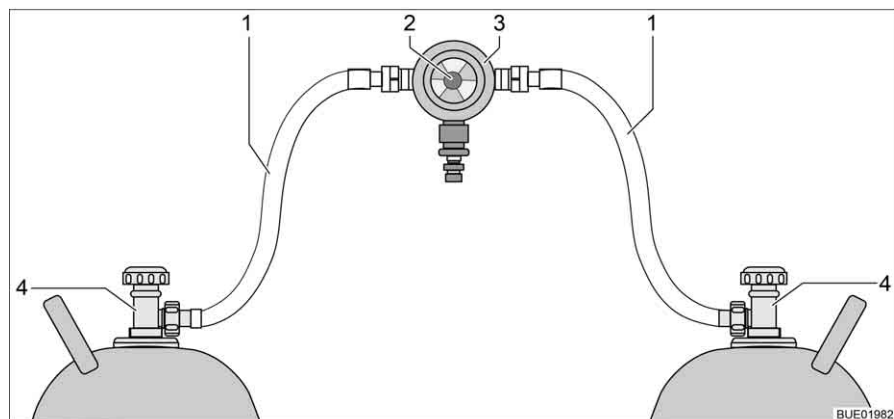
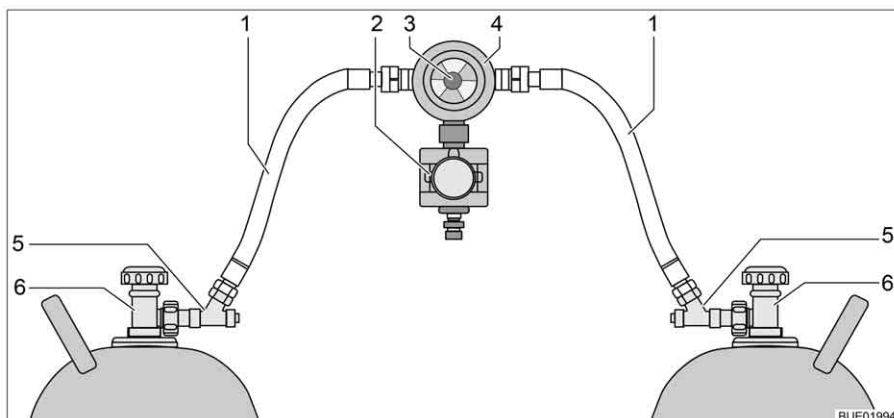

Bild 154 Omkopplingsenhet för gasflaska
Bild 155 Omkopplingsenhet för gasflaskor med CPU
Omkopplingsenheten för gasflaskorna består av en kombinerad gastrycksregulator med omkopplingsventil och visning (Bild 154,3). Omkopplingsenheten för gasflaskor är monterad mellan de två gaslangarna (Bild 154,1).
Omkopplingsenheten för gasflaskorna består av en kombinerad gastycksregulator med omkopplingsventil och visning (Bild 155,4) och en elektroventil (Bild 155,2). Elektroventilen spärrar vid kraftig bromsning, olycksfall eller kraftig lutning, av gastillförseln till fordonet. Omkopplingsenheten för gasflaskor är monterad mellan de två gaslangarna (Bild 155,1) med slangbrotts-säkringar (Bild 155,5).
Med vredet (Bild 154,2 resp. Bild 155,3) på omkopplingsenheten, ställer du in vilken av gasflaskorna som ska användas som driftflaska och vilken gasflaska ska användas som reservflaska.
Med kontrollenheten (Bild 156) kan endast de elektriska funktionerna styras. Gasflaskornas huvudavstängningsventiler (Bild 154,4 resp. Bild 155,6) måste öppnas eller stängas för hand.
- Öppna huvudavstängningsventilerna på gasflaskorna (Bild 154,4 resp. Bild 155,6).
- Tryck in slangbrottsäkringarna (Bild 155,5) i 10 sekunder, efter varandra.
- Välj med vredet (Bild 154,2 resp. Bild 155,3) på omkopplingsenheten, gasflaskan som ska prioriteras (driftflaska). Vrid alltid vredet till stoppläget.
- Stäng huvudavstängningsventilerna på gasflaskorna (Bild 154,4 resp. Bild 155,6).